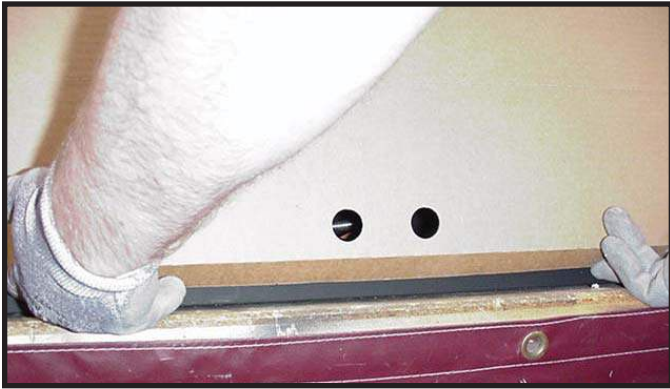

Figure 13.6
Étape 5. Plier le rabat inférieur le long de la ligne marquée (voir Figure 13.6) et l'introduire dans la zone d'accès au robinet du foyer. L'écran anti-éclaboussures doit être solidement fixé à l'avant de l'unité.